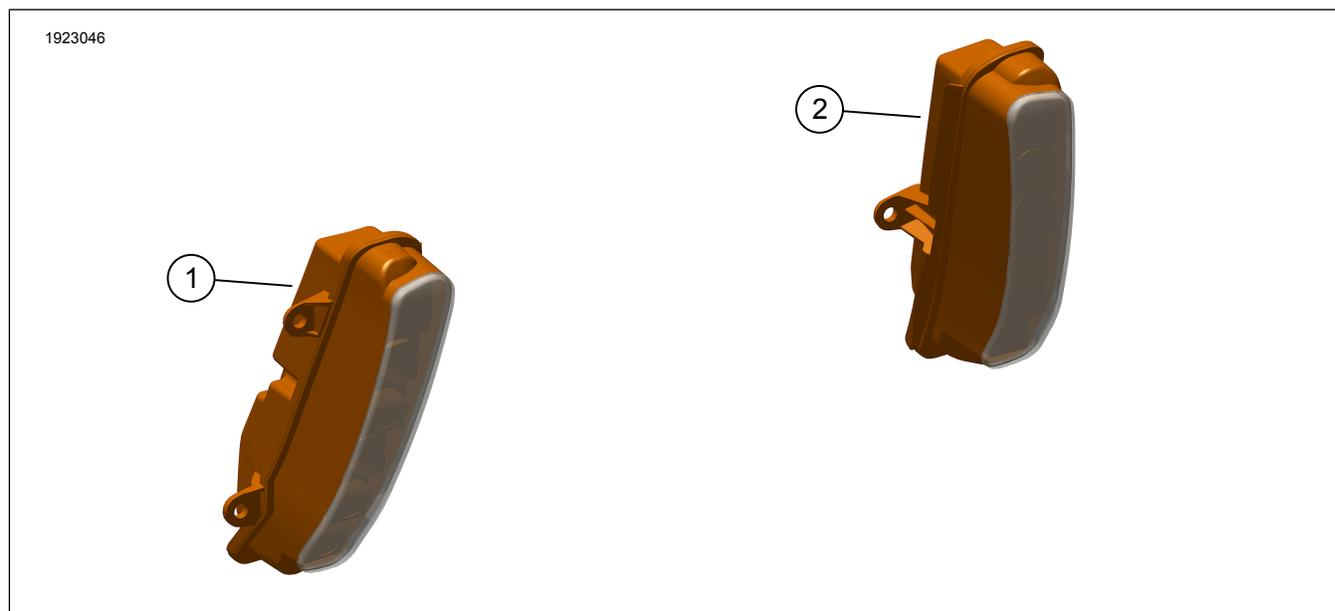

Figure 1. Contenu du kit : Kit de phare anti-brouillard inférieur de carénage
1. Voir la Figure 1. Localisez le phare anti-brouillard gauche (2) dans le kit.